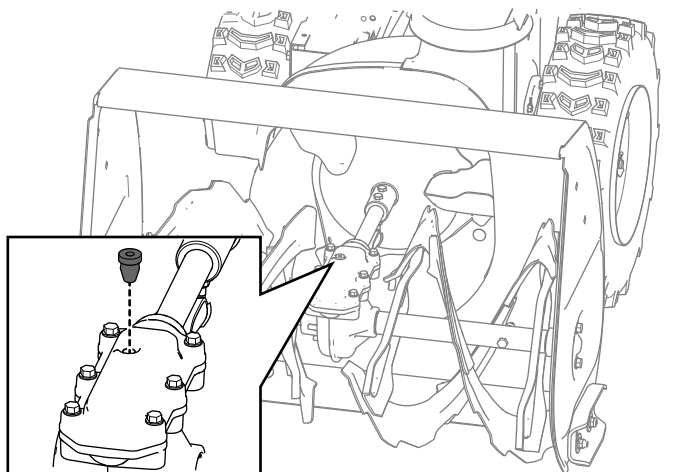

Bild 37
2. Reinigen Sie den Bereich um den Rohrverschluss und entfernen Sie den Rohrverschluss vom Getriebe (Bild 37).